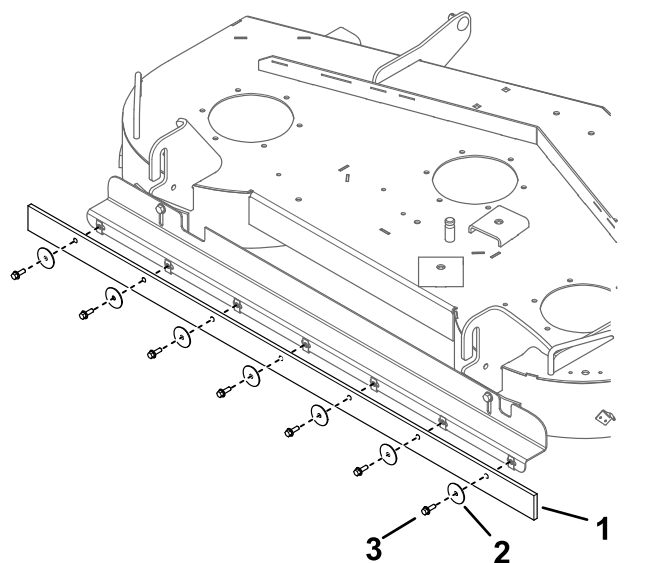

Figura 6
7. Instale la rasqueta en el soporte con 7 pernos y 7 arandelas (Figura 6).